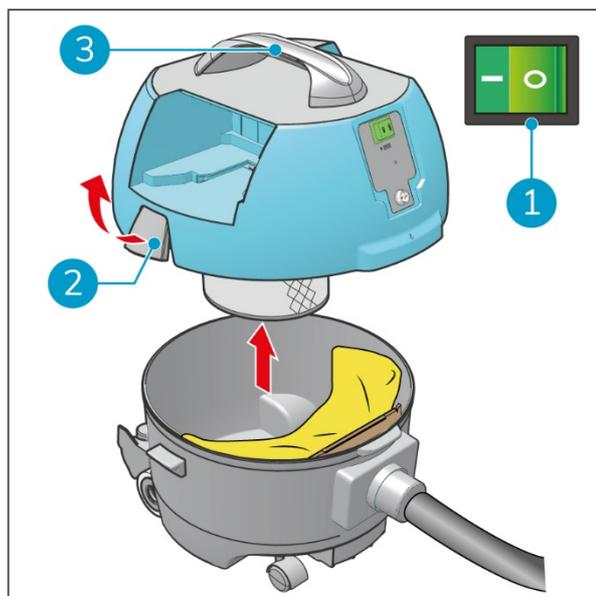

Figure 23
1. Éteignez l'i-vac 9B® à l'aide de l'interrupteur ON/OFF (Figure 23, pos 1).
3. Ouvrez les loquets (Figure 23, pos 2).
4. Soulevez le capot par sa poignée (Figure 23, pos 3).